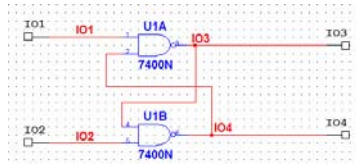

图 4-34 结点接入电路
3) 结点被放置在电路窗口中以后，就可以像连接其他元器件一样，将结点接入电路中，如图 4-34 所示。